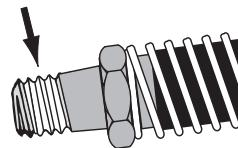

Abbildung 4
**HINWEIS:** 1½ Lagen Teflonband verwenden und dabei den ersten Gewindegang frei lassen, um zu verhindern, daß Bandfetzen in das Hydrauliksystem gelangen und Schaden verursachen. Siehe Abbildung 4.